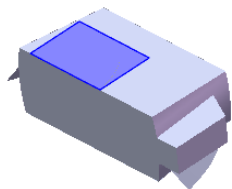

图 5.11.21 曲面-拉伸 4
Step13. 创建图 5.11.21 所示的零件特征——曲面-拉伸 4。选择下拉菜单 **插入(I)** →